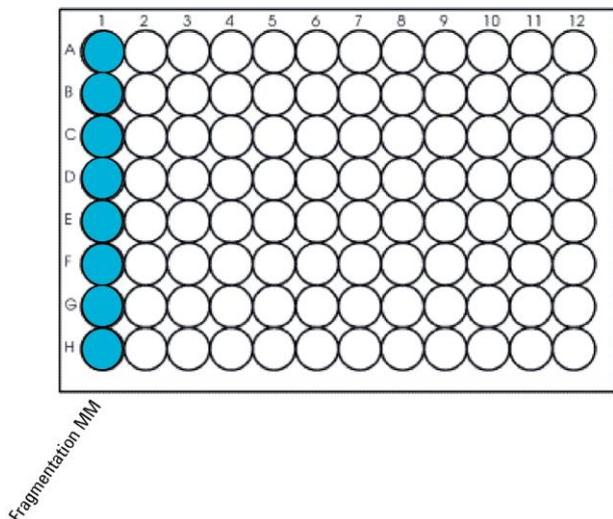

図 3 EnzFrag_XT_HS2_ILM 用マスターミックスソースプレートの配置
- 表 23 に従い、Eppendorf twin.tec プレートのカラム 1 の全てのウェルに Fragmentation マスターミックスを分注します。プロトコルを実行する直前までソースプレートは氷上に置いておきます。マスターミックスソースプレートの最終的な配置は図 3 を参照ください。